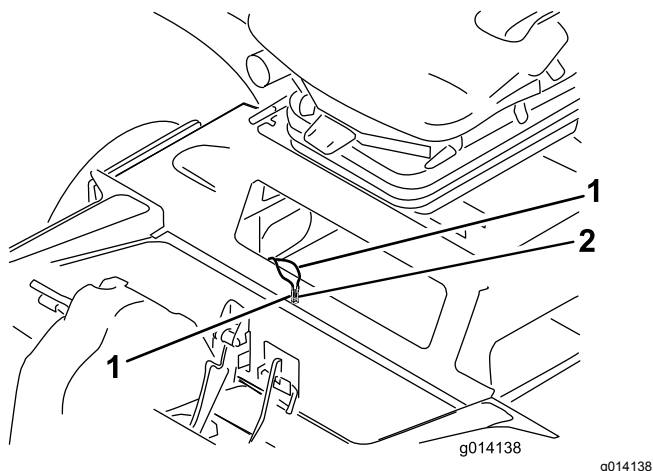

Рисунок 62
3. Найдите две закрытые колпачками проволочные переключки настройки противовеса внутри отсека (Рисунок 62)